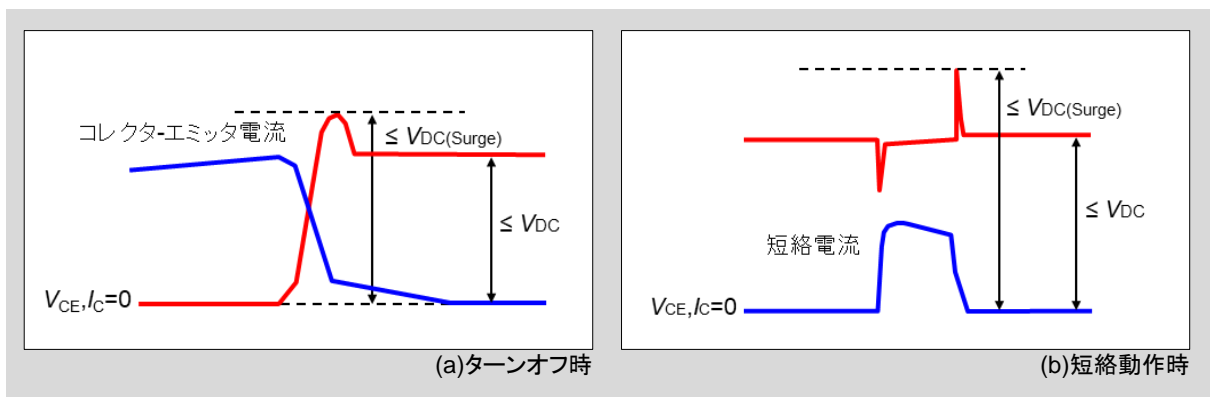

図1-7 コレクタ-エミッタ電圧
動作時、P-N(U, V, W)間印加電圧は通常ハイサイドもしくはローサイドのどちらかに加わります。そのため、P-N(U, V, W)間印加電圧は、IGBTの絶対最大定格を超えてはいけません。詳細は図1-7に動作波形を示します。
- 図1-7に(a)ターンオフ時および(b)短絡動作時の波形を示します。(a)と(b)の $V_{DC(Surge)}$ は異なるため、 $V_{DC}$ は上記の動作モードを想定して設定する必要があります。